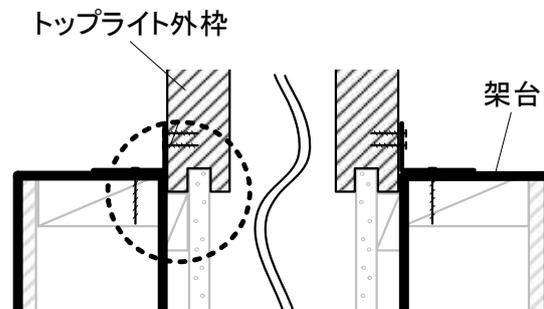

図3－架台のみ込み設置
注記) ( )内は、架台のみ込み設置の場合を示す。(図3参照)
- ・ 架台のみ込み設置（図3）の場合は、架台開口寸法よりもトップライト外枠外のり寸法の方が小さい必要があるため、寸法A、Bの上限を定めた。